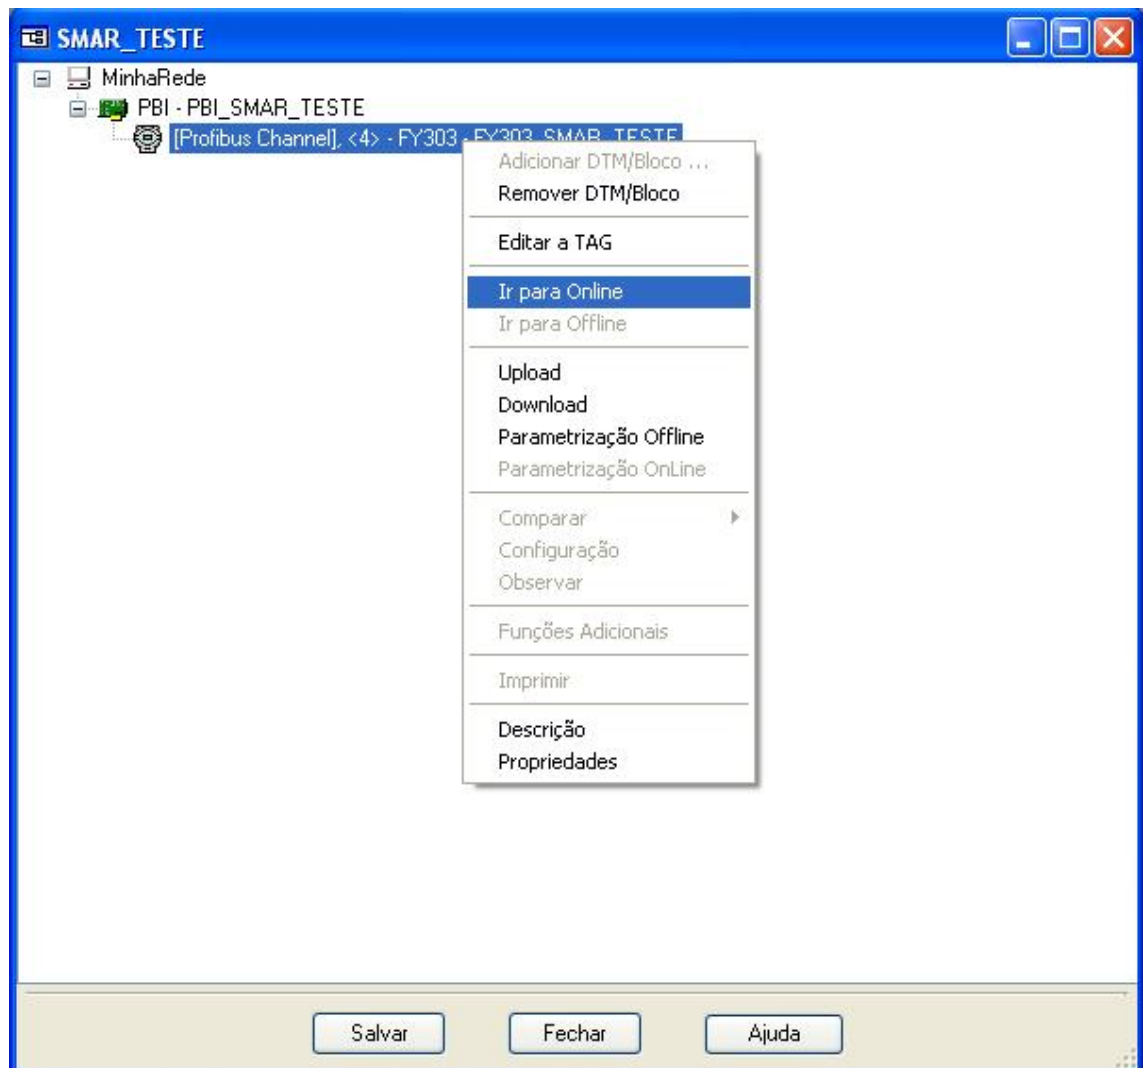
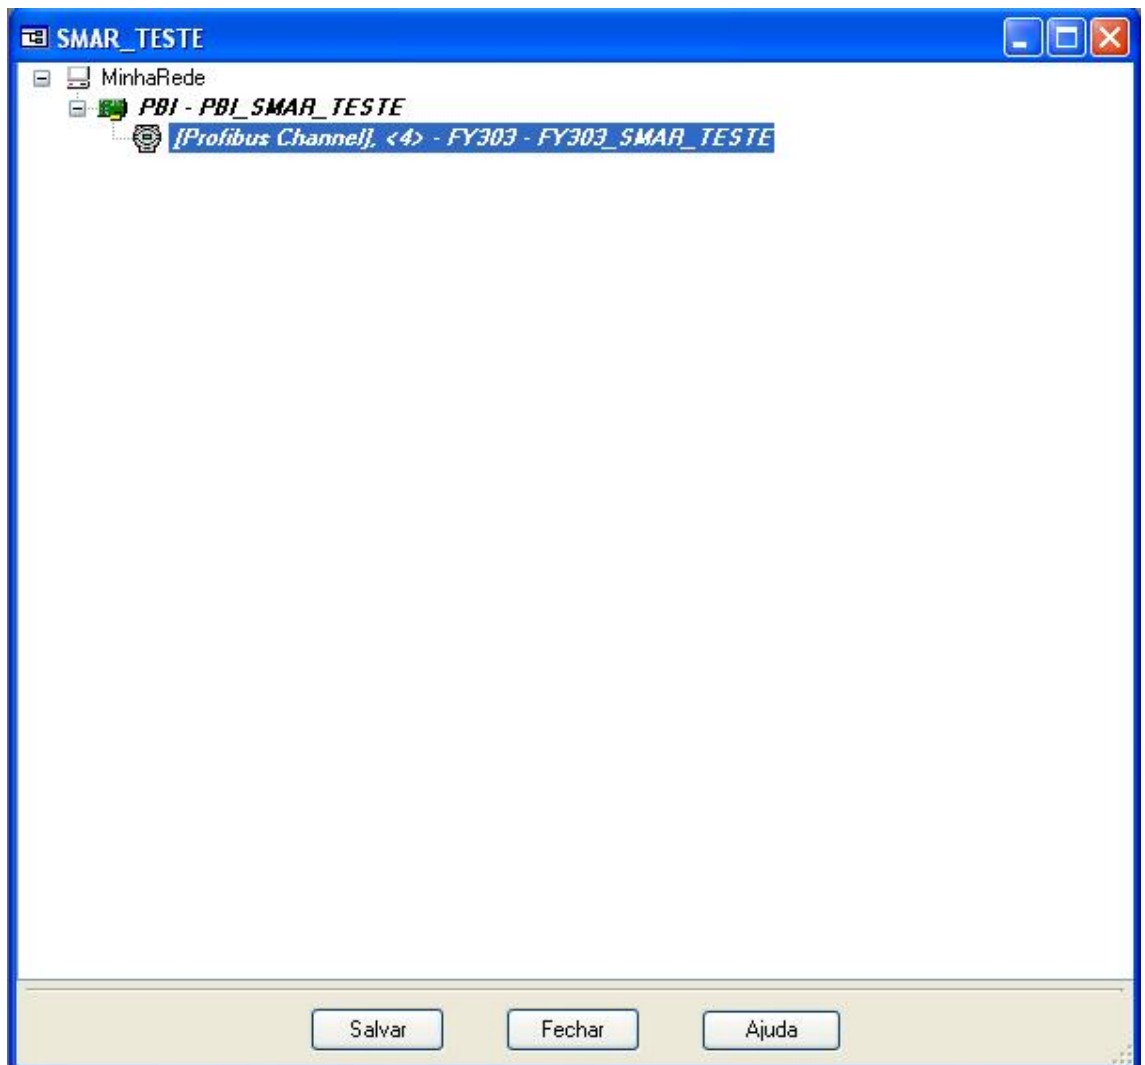

Figura 2.14 - Configuración del AssetView STANDALONE
Figura 2.15 - Configuração del AssetView STANDALONE
9) Finalmente, deje el equipo en línea haciendo clic con el botón derecho del ratón en la opción "Ir para Online". Vea la Figura 2.14. En seguida, observe si las Tarjetas del interfaz e del equipo están digitadas en Subrayado y Cursivo. Vea la Figura 2.15. En caso afirmativo, el equipo ya se comunica con el AssetView y podrá iniciarse la configuración del equipo. Para detalles, consulte el manual.